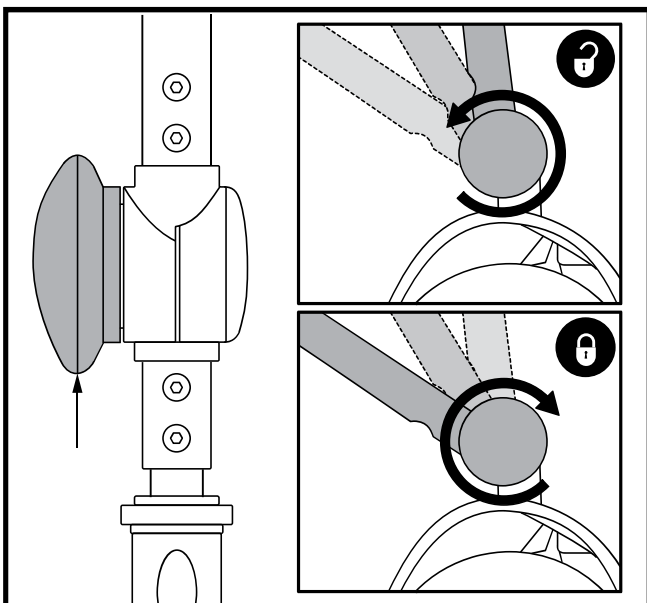

Figura 24. Regolazione manubrio
INCLINAZIONE DEL MANUBRIO (Vedere figura 24)
1. Dopo aver tolto sella e pacco batteria (vedere la procedura di smontaggio alla pagina precedente), abbassare il manubrio e stringere la manopola di regolazione del manubrio. **Vedere figura 24.**
3. Sollevare il manubrio e stringere completamente la manopola di regolazione del manubrio. **Vedere figura 24.**